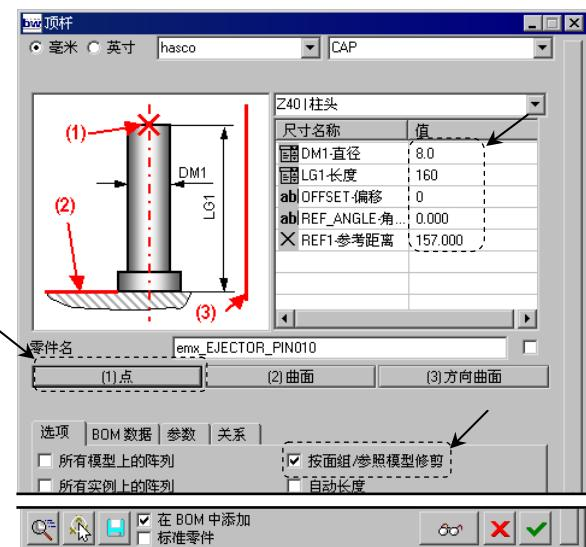

图 30.39 “顶杆”对话框
Step6. 定义顶杆。单击 **EMX 工具** 功能选项卡 **顶杆** 控制区域中的 **定义** 按钮，此时系统弹出“顶杆”对话框；单击对话框中的 **(1) 点** 按钮，此时系统弹出“选择”对话框，选取 Step4 中创建的任意一点。系统弹出“EXE 警告”对话框，单击 **✓** 按钮，关闭对话框；定义顶杆直径为 10；取消选中 **自动长度** 复选框，定义顶杆长度为 315；在对话框中选中 **按面组/参照模型修剪** 复选框，如图 30.39 所示，然后单击“完成”按钮 **✓**。